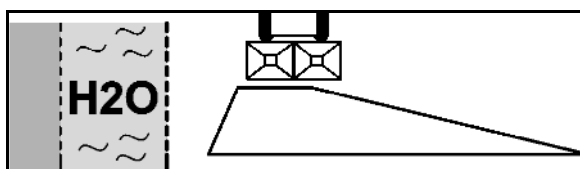

Fig. 47
2. Grøftspredning i henhold til gødningsforskrifterne (Fig. 47):